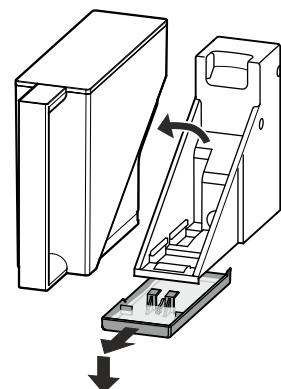

Figure 24
- Vider le bac collecteur d'eau : retirer le réservoir d'eau. Désenclencher le bac en le tirant doucement vers l'avant, puis le sortir en le tirant vers le bas - **Figure 24**.